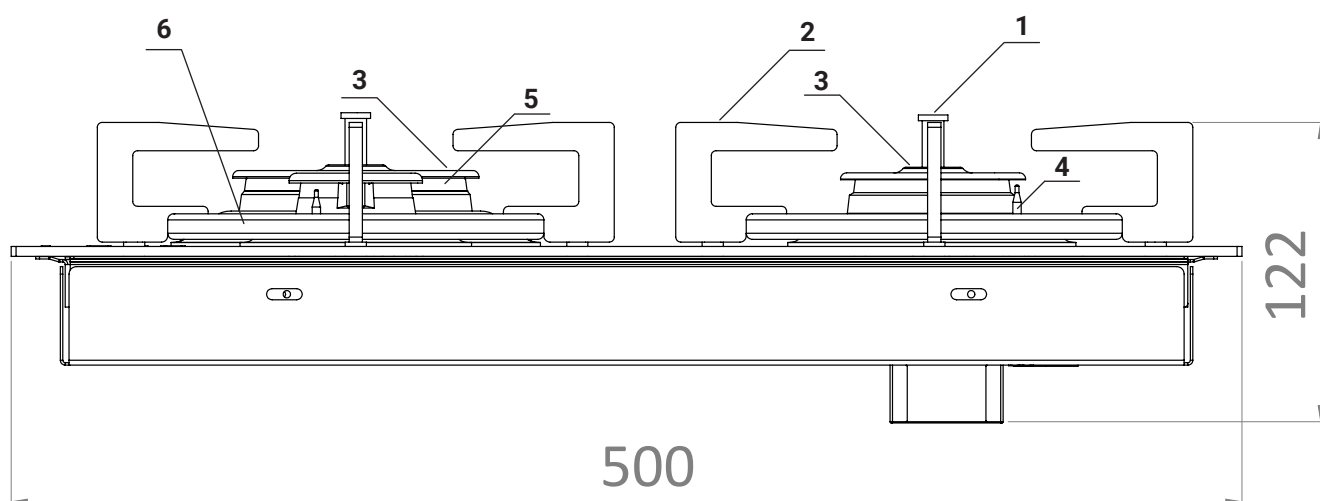

Fig. 2. Vista lateral (desde el lado derecho) de la placa GNC
- colocar el cuerpo del quemador (pos. 5, fig. 2) dentro del cuerpo de la placa (pos. 7, fig. 2), mirando que esté bien anclado (horizontalmente),
- en el medio del cabezal colocar la tapa del quemador (pos.3, fig. 2), guardar precaución al colocar la tapa sobre los quemadores con sensor de temperatura (pos. 1, fig. 2),
- colocar las parrillas sobre la vitrocerámica (pos. 2, fig. 2) asegurándose de que las clavijas de metal entren en los taladros en el vidrio,